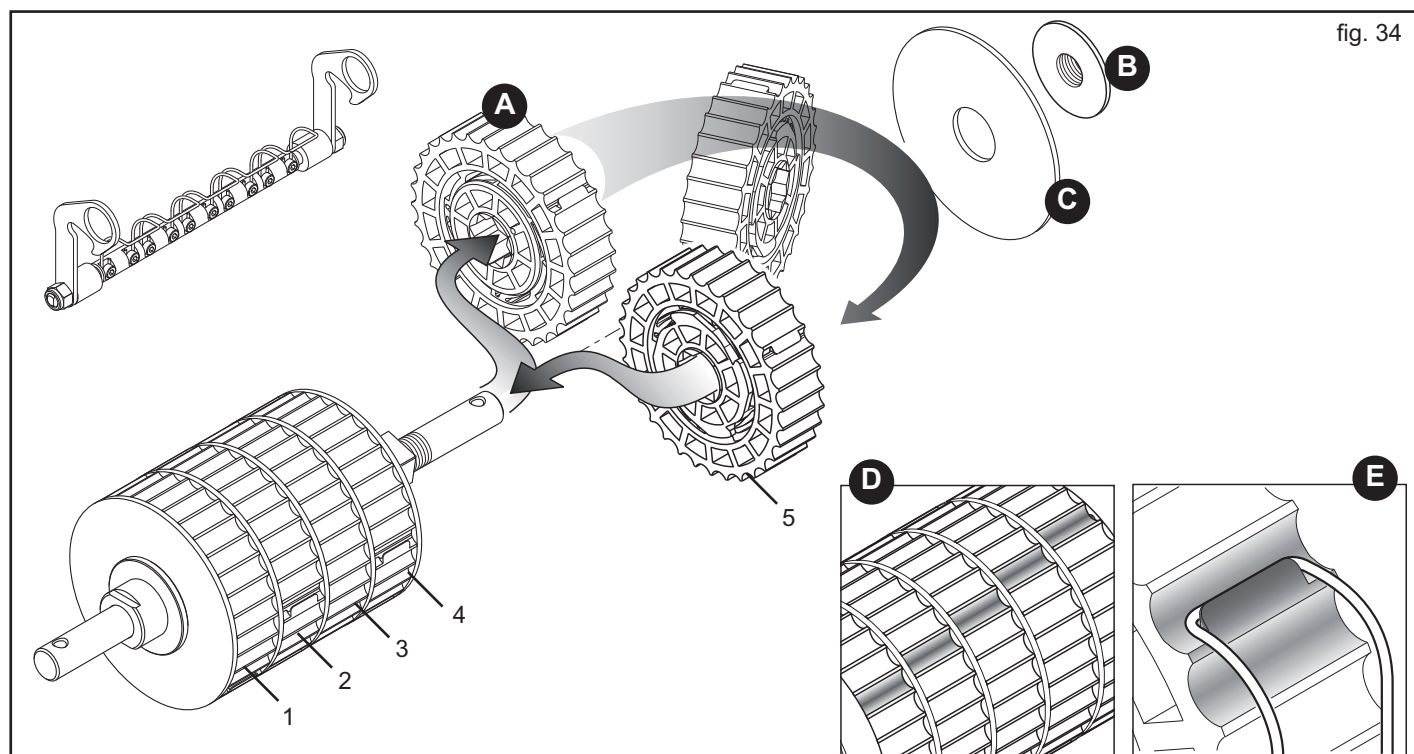

fig. 34
Dit d'abord que chaque secteur (A, Fig. 34) distribue le 20% de produit de l'entier roulement distributif, est possible augmenter les secteurs en travail et réduire la vitesse de rotation de la boîte de vitesse, en obtenant une distribution homogène.
Après avoir démonté le roulement de dosage de l'équipement, utiliser la clé en dotation pour dévisser la pommelle (B, Fig. 34) et enlever l'embout de blocage (C). Ôter le secteur ou les secteurs à activer et monter renversés de 180° en **respectant les positions** (1-2-3-4-5, Fig. 34).
Pour monter les secteurs, faire de façon que en conditions de travail ceux actifs présentent les gorges distributives ne soit pas alignée (D, Fig. 34), pour garantir continuité à la distribution.
Bloquer l'élément nettoyant dans la position de travail, en vérifiant que les ressorts crochètent les respectifs secteurs exclus (E, Fig. 34) en bloquant la rotation et donc la distribution.